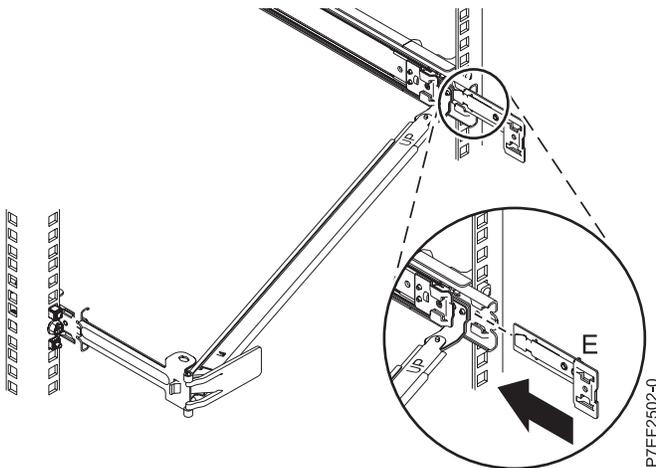

Figura 15. Instalación de la abrazadera de extensión en el riel deslizante
- Deslice la abrazadera de extensión (E) en el riel deslizante derecho. Empuje la pieza de sujeción en el riel deslizante hasta que el pestillo accionado por resorte quede encajado en su sitio, tal como se muestra en la Figura 15.